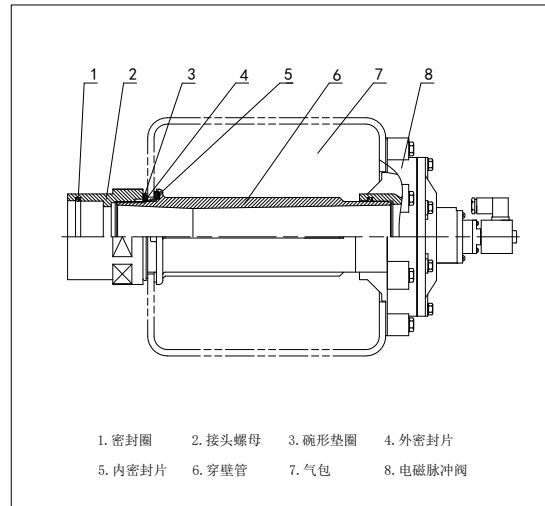

图28 FAP-B-2型安装图
3. 安装 FAP-B-2 型分气箱（气包）式穿壁连接器时，先将穿壁管法兰向外与（分气箱内壁接触的一侧）套入密封片，然后套入分气箱安装孔内。在分气箱外壁伸出的穿壁管一端再套上密封片和碗形垫圈，再拧紧接头螺母，这时穿壁管已固定在分气箱（气包）内。在分气箱（气包）另一侧的内装孔装上 Y 型电磁脉冲阀。为了确保穿壁管套入 Y 型阀体的密封圈内。穿壁管插 Y 型阀体一端应涂上润滑剂。接头螺母内孔装有密封圈，可插相应的管道（喷吹管）。见图 28 所示。